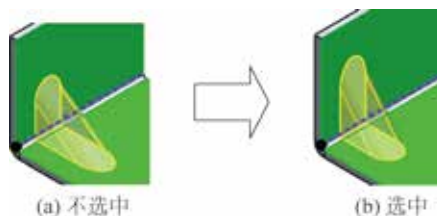

图 5.186 反转尺寸侧
-  复选项：用于切换剖面轮廓长度和高度，如图 5.186 所示。